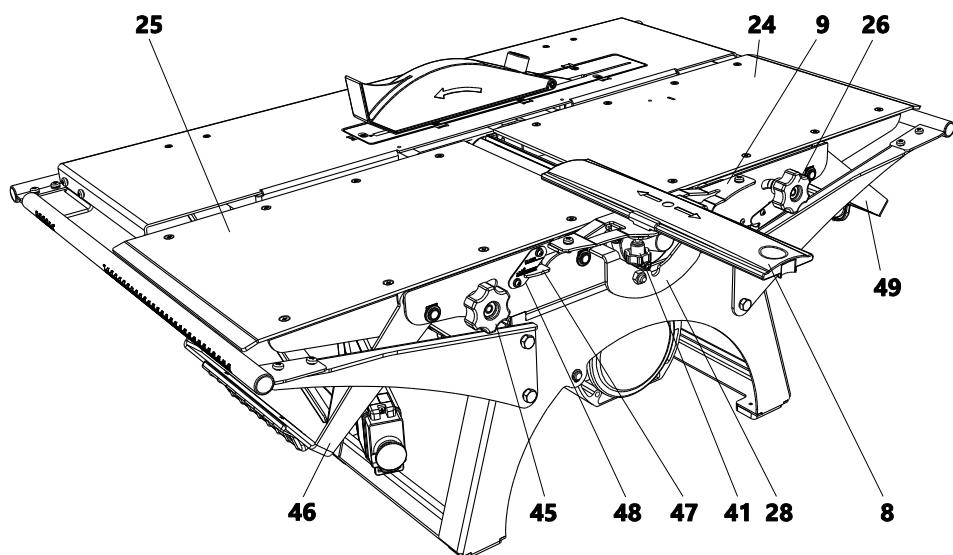

Рис. 12
Для установки строгальных столов необходимо (рис. 12):
Для установки глубины строгания необходимо (рис. 12):
- перемещением вверх/вниз ручки-рычага 46, находящейся под загрузочным столом, переместить стол на необходимую глубину строгания ($0\div3$ мм), совместив визир 47 на загрузочном столе с необходимым значением штриха на шкале 48 (рис. 12а);
Рис. 12а
- свести загрузочный 25 и приёмный 24 строгальные столы с помощью ручек-рычагов 46 и 49, установить на один уровень с пильным столом 23, таким образом, чтобы визир 47 указывал на значение «close» на шкале 48 (рис. 12а);